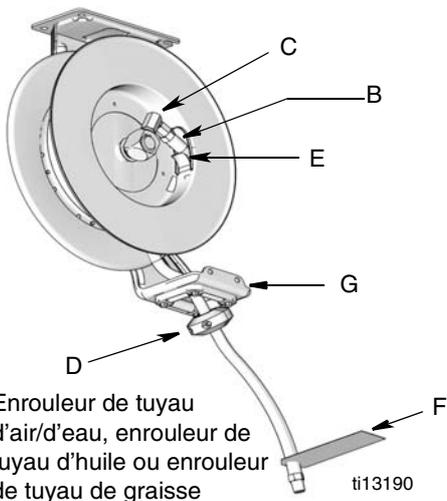

FIG. 21
5. Débrancher le tuyau (B) du raccord tournant (C). (FIG. 21)
6. Mettre l'arrêt (D) du tuyau sur l'extrémité du tuyau. Si le tuyau a une marque d'avertissement, l'arrêt du tuyau doit être placé sur la même extrémité du tuyau que la marque d'avertissement (F).
8. Passer le bout du tuyau (B) par le guide tuyau (G), puis le trou (E) dans l'enrouleur (FIG. 21).